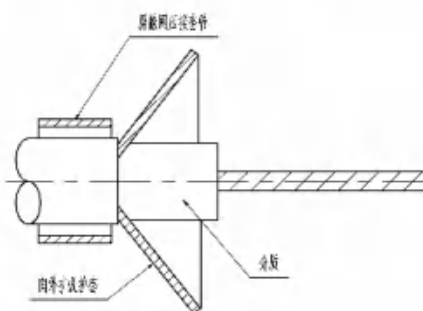

图 4.3-2
②按图 4.3-2 所示将压接套向后滑动到电缆外套上, 将屏蔽层张开, 将电缆绝缘介质剥去。